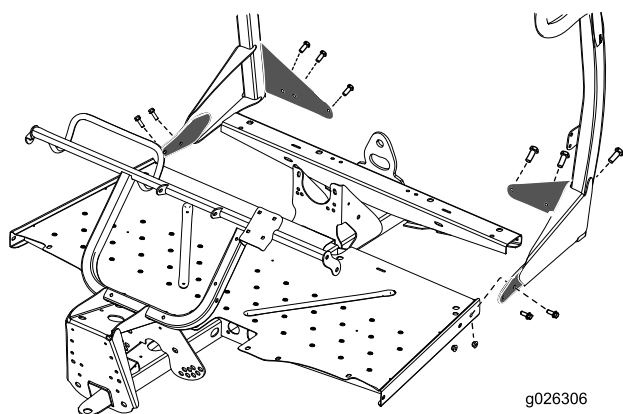

図 6
1. ROPS を 図 6 のように車体に取り付け、側面および後面の取り付け穴を整列させる。
3. フロアプレート側部に ROPS を取り付けるボルト3/8 インチ4本とナット3/8 インチ4個を使用する 図 6。